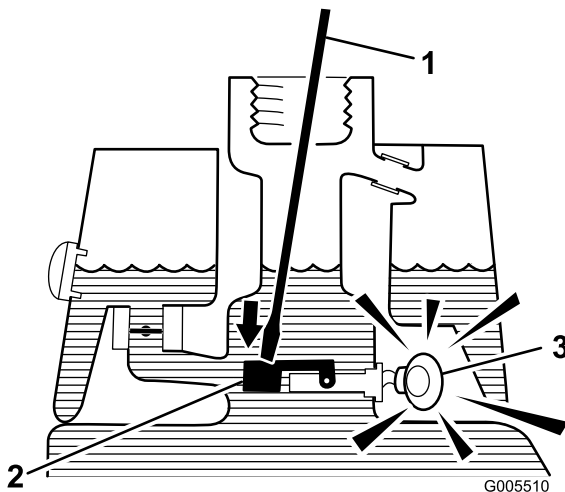

Figura 13
3. Insira uma barra ou uma chave de parafusos no bocal do depósito e empurre com cuidado o comutador de bóia do sensor de nível do óleo para baixo (Figura 13). O alarme deverá ser activado ao fim do período de desfasamento de um segundo.